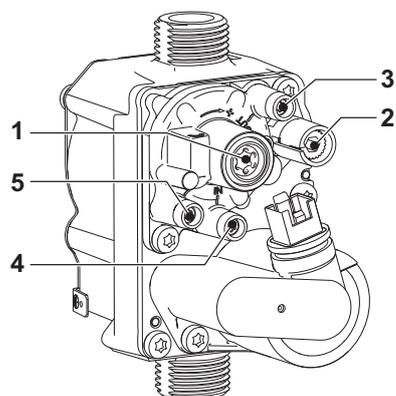

fig. 23 - Válvula del gas
- Si los valores son distintos de los indicados, gire el tornillo de regulación del máximo (2, fig. 23) hasta que las concentraciones de CO₂ sean correctas.
- Si los valores de CO₂ son distintos de los indicados, gire lentamente el tornillo de OFFSET mínimo (1, fig. 23) hasta que las concentraciones sean correctas:
- Controle que el valor del OFFSET esté comprendido entre: -3 y -9 Pa, mediante un manómetro diferencial montado en la toma de presión (5, fig. 23).